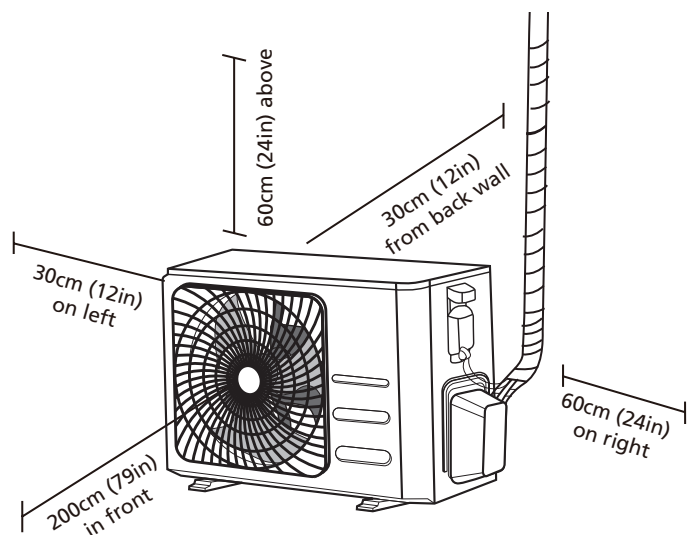

Fig. 4.1
- Respecter les contraintes spatiales du schéma (Fig. 4.1)